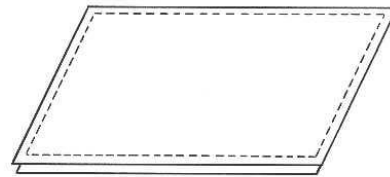

図2-6
③エッジはカール板の場合、綿ウエス等でいねいに加圧して貼り付けます。(図2-6)